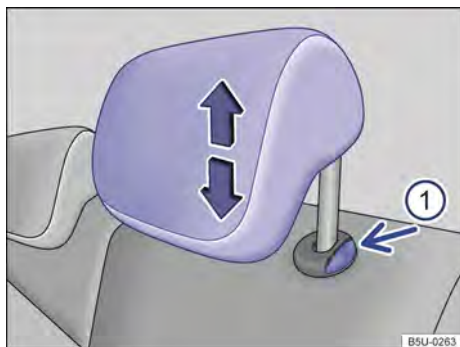

Fig. 63 Apoio para cabeça traseiros: ajustar.
- Empurrar o apoio para cabeça para cima na direção da seta → Fig. 63 (A) ou com a tecla → Fig. 63 (B) pressionada, empurrar para baixo → ⚠ em *Introdução ao tema* na página 72.